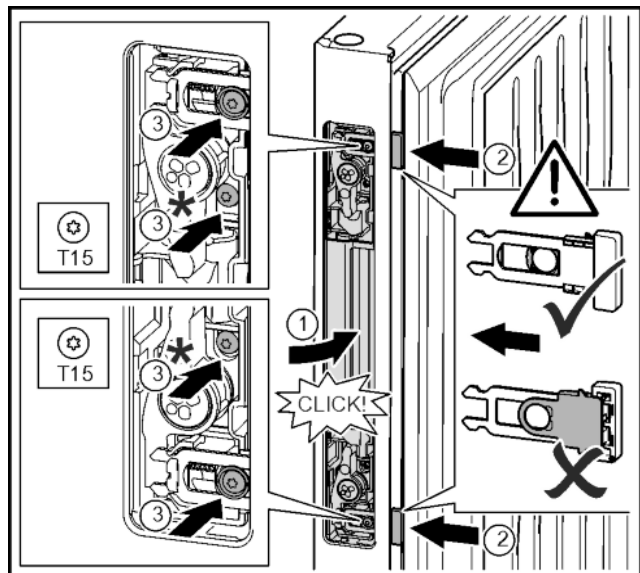

Fig. 38
- ▶ Przechylić element ułatwiający otwieranie drzwi do otworu po drugiej stronie i zazębić. Fig. 38 (1)
- ▶ Wsunąć zasuwę do otwierania drzwi przez otwory aż się zatrzaśnie. Fig. 38 (2)
- ▶ Dokręcić śruby wraz z osłoną z tworzywa sztucznego przy użyciu śrubokręta T15. Fig. 38 (3)